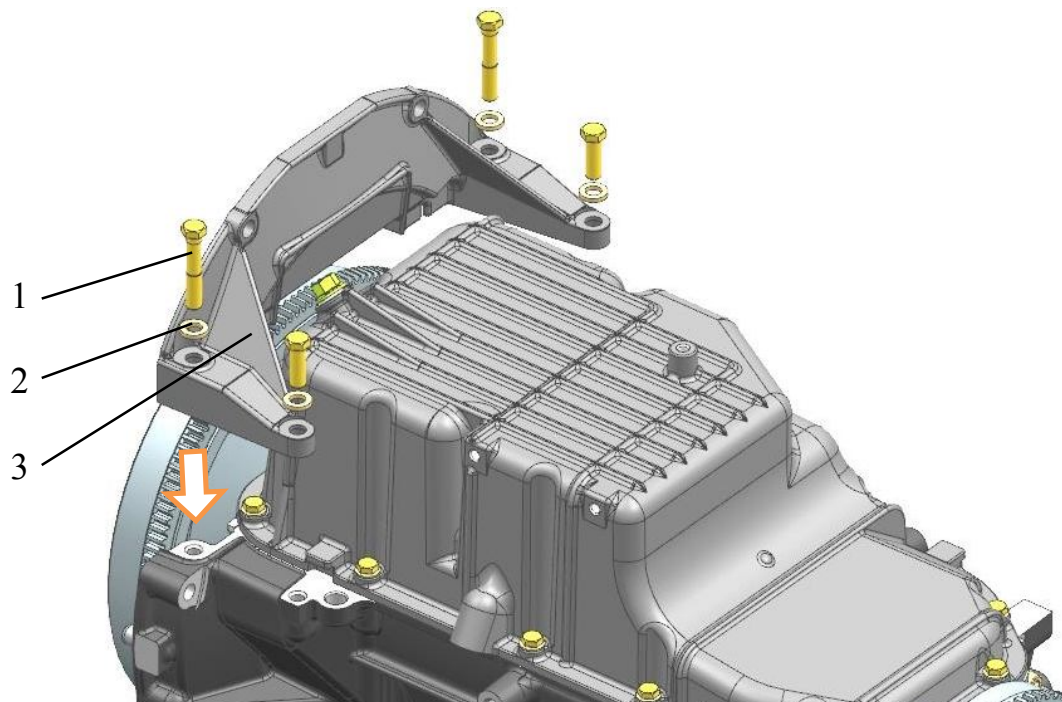

Рис.166. Установка усилителя картера сцепления:
**15.** Установить и закрепить усилитель картера сцепления 3 (рис.166), завернув болты 1 с плоскими шайбами 2 моментом 28,4...35,3 Н·м (2,9...3,6 кгс·м).